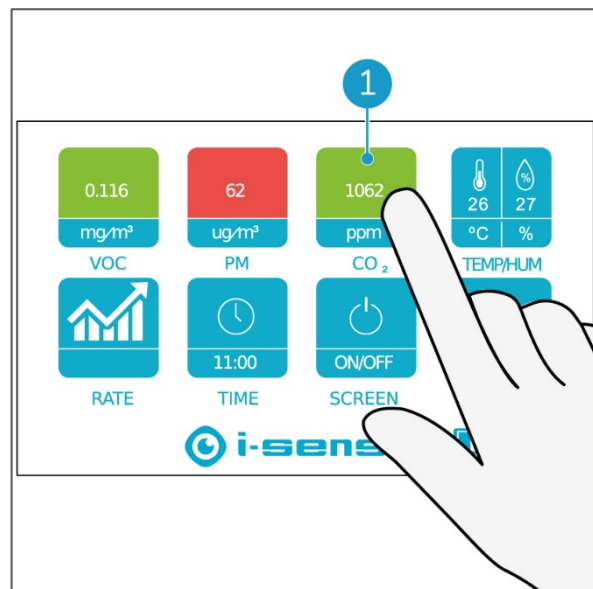

Figura 14
1. Toca con el dedo el botón CO₂ (Figura 14, pos. 1).